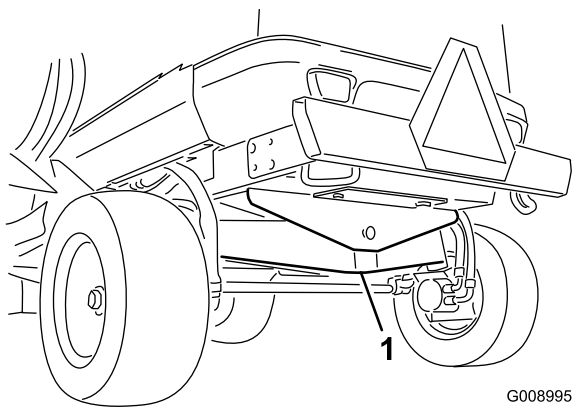

Figure 39
- Point de levage avant (2)
- Au centre du pont arrière à l'arrière de la machine (Figure 39).